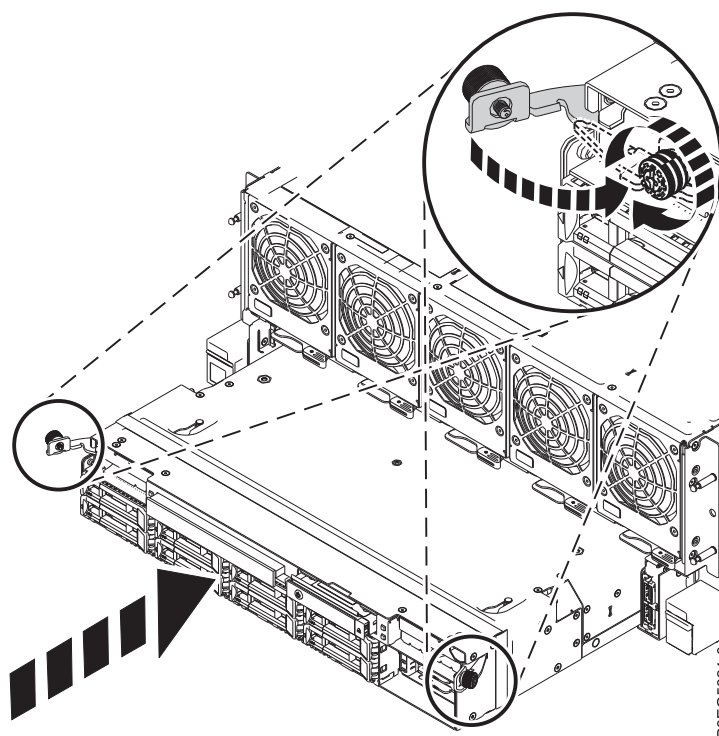

Figura 14. Colocación de la placa posterior de la unidad de disco en la parte frontal del chasis del sistema
3. Presione los pestillos y apriete los tornillos de mano, tal como se muestra en la Figura 14.